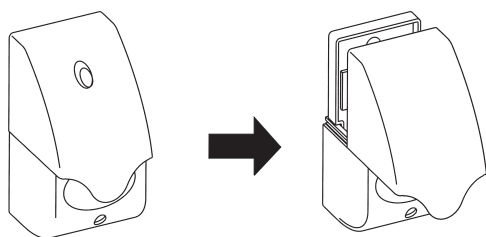

Рисунок 4
7.2 Снимите крышку батарейного отсека с сирены, придерживая светорассеиватель и потянув крышку вверх (рис. 4).
9.2 Установите крышку батарейного отсека, для этого придерживая светорассеиватель, вставьте крышку в направляющие (8) и нажмите до упора (см. рисунок 4).